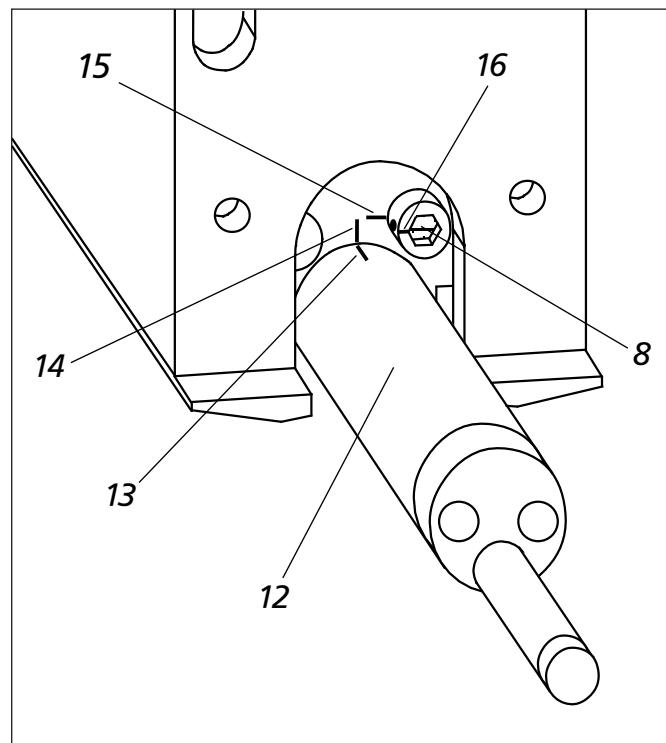

Fig. 3
2. Desserrer le palpeur (*v. fig. 3*) : Tourner la vis (8) située à droite au-dessus du support palpeur de 180° à droite, à l'aide de la clé Allen (surplat 2,5), jusqu'à ce que le trait de repère (16) gravé sur la vis soit détourné du trait horizontal (15).
3. Retirer le palpeur (12) du support palpeur sans le tordre.
5. Dégauvrir le palpeur (uniquement sur MarSurf MFW 250 et MFW 250 B) : Tourner le palpeur (12) légèrement jusqu'à ce que le trait de repère (13) gravé sur le boîtier du palpeur se trouve vis-à-vis du trait vertical (14) situé sur l'unité d'avance (plage d'ajustage ± 2°).
6. Resserrer le palpeur : Tourner la vis (8) à gauche jusqu'à ce que le trait de repère (16) gravé sur la vis se trouve vis-à-vis du trait horizontal (15).